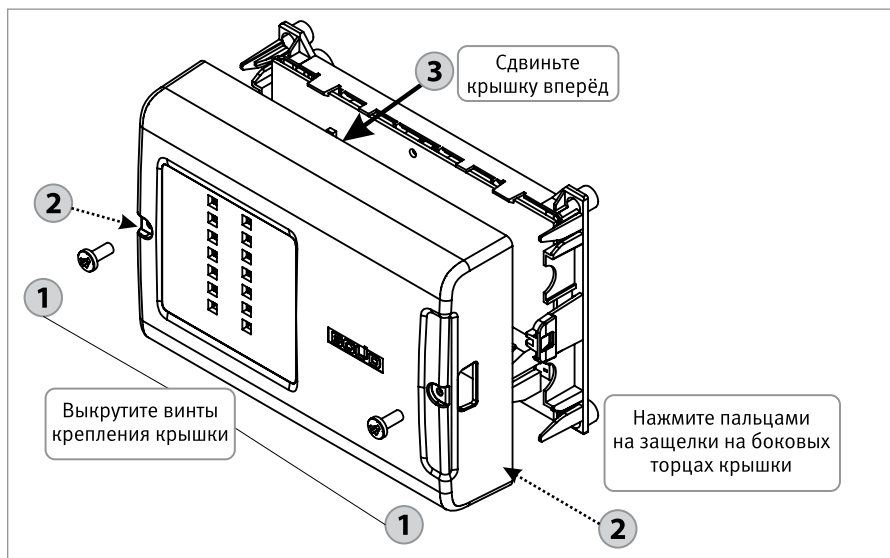

Рисунок 19. Снятие крышки изделия
1.1.2. Снимите крышку изделия в порядке, указанном на Рисунок 19.
1.2.2. Снимите крышку изделия в порядке, указанном на Рисунок 19.